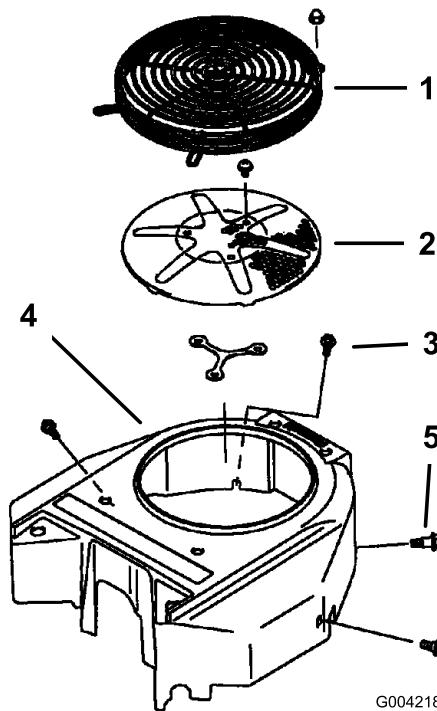

Bild 68
Entfernen Sie Schnittgut, Schmutz und andere Fremdkörper vor jedem Einsatz der Maschine vom Luftansauggitter des Motors. So gewährleisten Sie eine ausreichende Kühlung sowie die korrekte Motordrehzahl und reduzieren die Gefahr einer Überhitzung und mechanischer Motorschäden (Bild 68).
3. Entfernen Sie das Luftansauggitter, den Rücklaufstarter und das Lüftergehäuse (Bild 68).
5. Montieren Sie das Luftansauggitter, den Rücklaufstarter und das Lüftergehäuse (Bild 68).